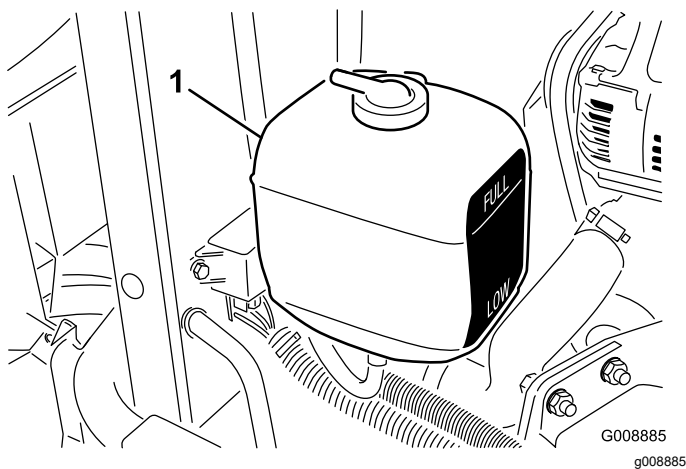

Figure 57
2. Vérifiez le niveau de liquide de refroidissement dans le vase d'expansion (Figure 57). Quand le moteur est froid, le niveau du liquide de refroidissement doit se situer à peu près entre les deux repères qui figurent sur le côté du réservoir.